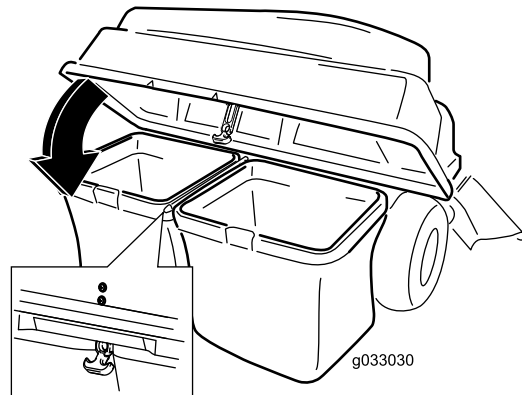

Bild 18
5. Senken Sie die Abdeckung des Heckfangsystems auf die Körbe ab (Bild 18).
6. Befestigen Sie die Abdeckung mit dem Riegel (Bild 18).